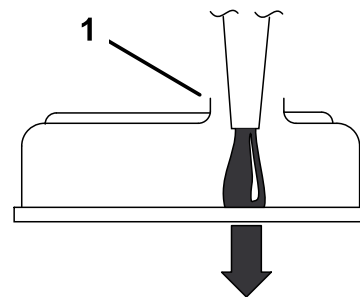

Figure 43
**Important:** Versez l'huile lentement et avec précaution, sans obturer le trou de remplissage (Figure 43). Si vous versez l'huile trop rapidement ou si vous bouchez le trou, l'huile sera refoulée et encrassera les entrées d'air, ce qui endommagera le moteur.